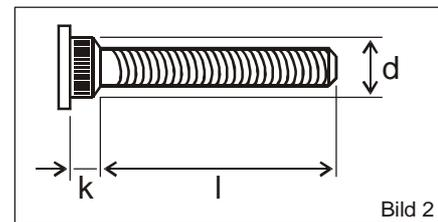

Bild 2
3. Das **Pro-Spacer** System 5 wird komplett mit allen benötigten Anbauteilen geliefert. Es ist jedoch unbedingt notwendig einige Größen dieser Anbauteile zu verifizieren. Achten Sie insbesondere darauf, dass die Rändellänge ( $k$ ) und der Rändeldurchmesser ( $d$ ) (Bild 2) der Eibach-Spezial- Rändelbolzen den Original Rändelbolzen entspricht. Neben der Form ist die Gewindegröße mit ihrem spezifischen Gewindedurchmesser und der Gewindesteigung zu verifizieren.
3. **Pro-Spacer** System 5 is delivered complete with all necessary attachments. However, it is essential to verify some of the sizes of these attachments. In particular, make sure that the knurling length (k) and the knurling diameter (d) (Figure 2) of the Eibach special knurled bolts correspond to the original knurled bolts. As well as the shape, the thread size with its specific thread diameter and thread pitch must be verified.